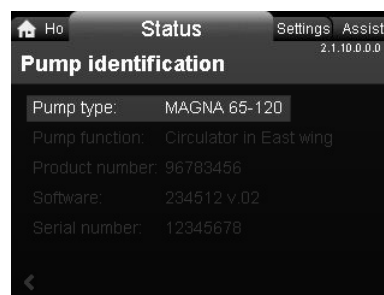

Рис. 30 Пример типа насоса
17. Убедитесь, что тип насоса соответствует указанному на фирменной табличке насоса. См. рис. 30.
13. Убедитесь, что тип насоса соответствует указанному на фирменной табличке насоса. См. рис. 30 на стр. 11.